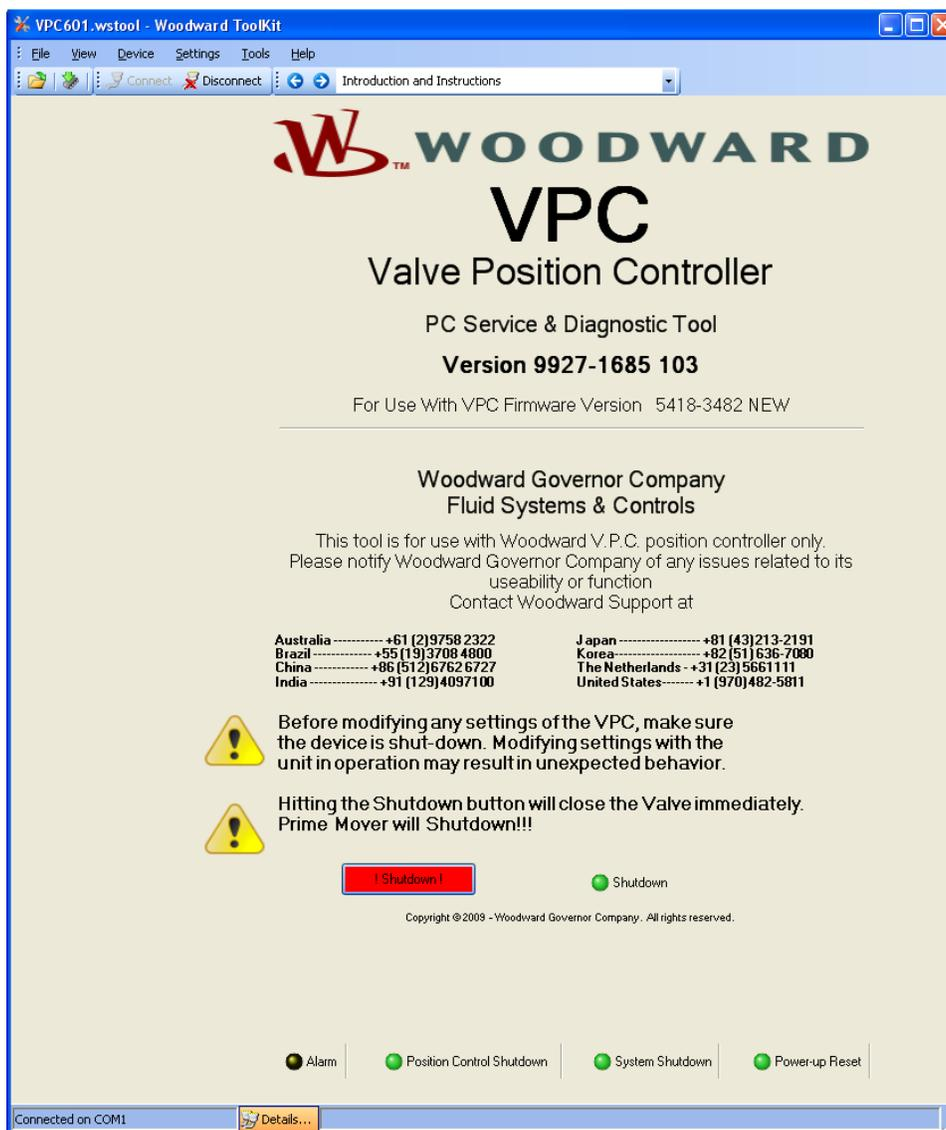

図 4-6. Introduction 及び Instruction 画面
このVPCサービスツールintroductionページにはツールバージョン及びGS6ファームウェア情報が含まれています。これはWoodward技術サポートを受けるときの重要な情報になります。ステータスLEDとシャットダウンボタンもこのページに含まれています。(図 4-6)
- Introduction and Instructions**—ツールのステータス及びサポート情報を表示 (図 4-6).